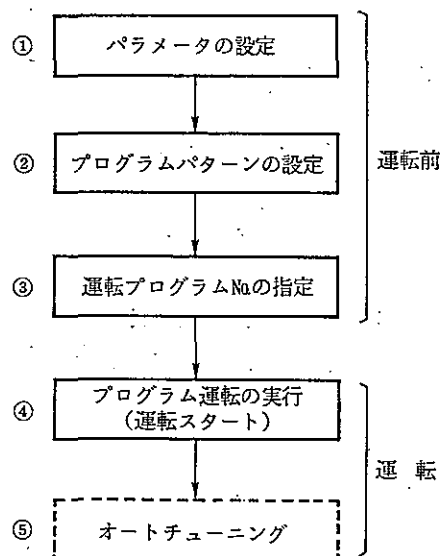

図 8.1
UP25 の運転を行うまでに、図 8.1 に示す ①, ②, ③ の設定が必要です。